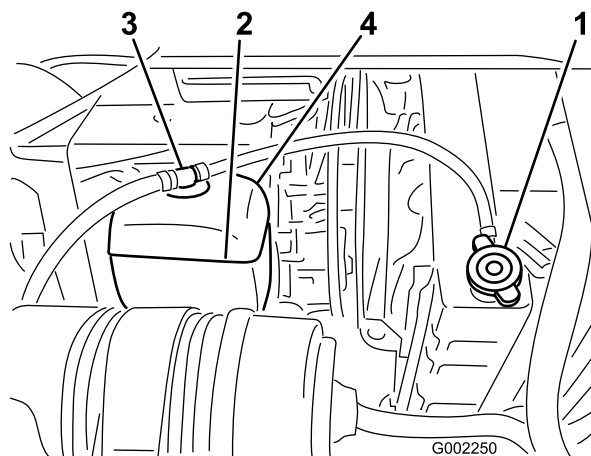

Figure 54
2. Lorsque le moteur est froid, retirez le bouchon du radiateur (Figure 54).